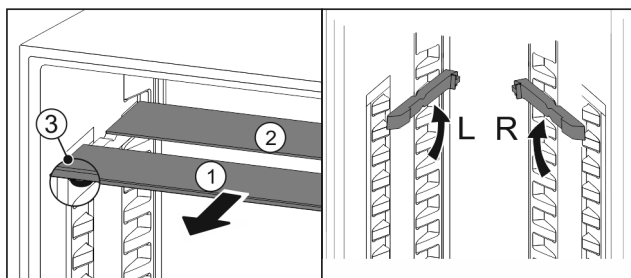

Fig. 96
- ▶ Træk glaspladerne ud enkeltvis fremad Fig. 96 (1).
- ▷ Glaspladen *Fig. 96 (1)* med pyntelisten ligger foran.
- ▷ Stoppene *Fig. 96 (3)* peger nedad.